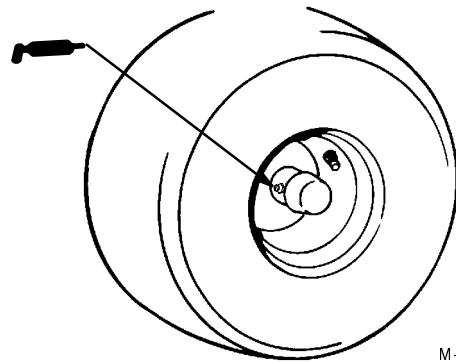

Bild 23
1. Schmieren Sie die Radlager (Bild 23).